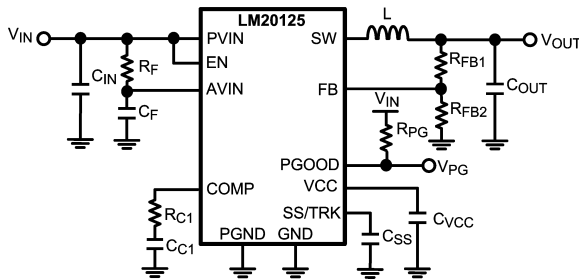

FIGURE 2. Typical Application Circuit
LM20125 は、できる限り少ない外付け部品で効率的な低電圧降圧レギュレータを実装するために必要なすべての機能を備えたスイッチング・レギュレータです。この使いやすいレギュレータは、2つのスイッチ素子を内蔵し、最大 5A の連続出力電流を供給できます。レギュレータは非線形スロープ補償によるピーク電流モード制御により、出力電圧範囲全体にわたり最適な安定性および過渡応答を実現します。ピーク電流モード制御は、入力電圧フィードフォワード、サイクルごとの電流制限、スロープ補償が簡単という特長を原理的に備えています。最大 96% の効率を達成すると同時に、500kHz 固定の動作周波数によりインダクタ・サイズを最小化します。高精度な内部電圧リファレンスにより、出力を 0.8V という低電圧に設定できます。そのほか、電流制限、サーマル・シャットダウン、オーバーボルテージ保護、シャットダウン機能を備えています。デバイスは放熱を助ける露出パッドを組み込んだ eTSSOP-16 パッケージで供給されます。5V または 3.3V バスから効率的に降圧する目的で、LM20125 は数多くのアプリケーションに適用することが可能です。LM20125 の一般的なアプリケーション回路は設計ガイドラインの Figure 2 に示しています。
この項では、全機能を有する電源の構築に必要な外付け部品の選定方法を段階を踏んで説明します。どのような DC/DC コンバータの設計であっても、効率、実装面積、性能が最適化のトレードオフになります。このセクションではこれらの設計条件について詳しく取り上げます。部品選定を簡易化するために、下の Figure 2 に示す回路を参考として使用します。特記のない限り、すべての式において単位は電流をアンペア (A)、容量をファラッド (F)、インダクタンスをヘンリー (H)、電圧をボルト (V) とします。
れらの部品は Figure 2 に C_F および R_F として示されています。 R_F と C_F に必要な値は、それぞれ 1 と 1 μ F です。フィルタ・コンデンサ C_F は、AVIN と AGND を直接接続し、可能な限り IC の近くに配置してください。このとき、 C_F には X5R や X7R など、適切なセラミック・コンデンサを選択すべきです。